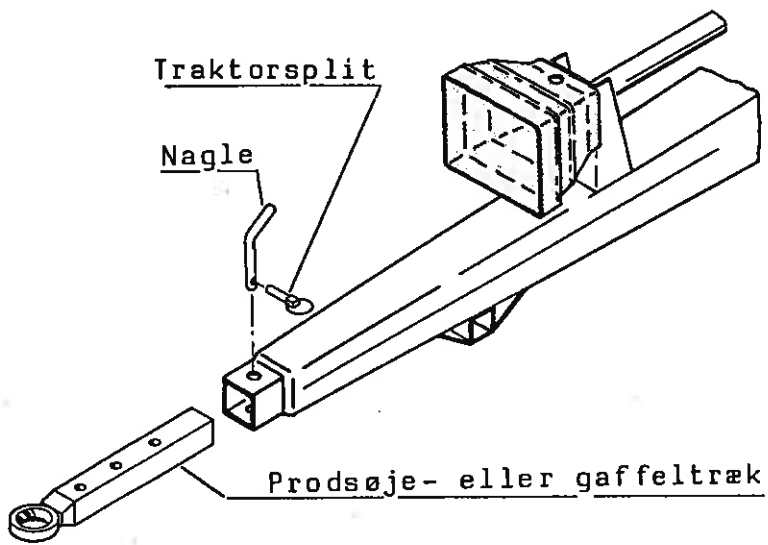

Fig. 1. Træk til omvendte fodervogne
1.2.1. Træk - omvendt fodervogn Fig. 1.